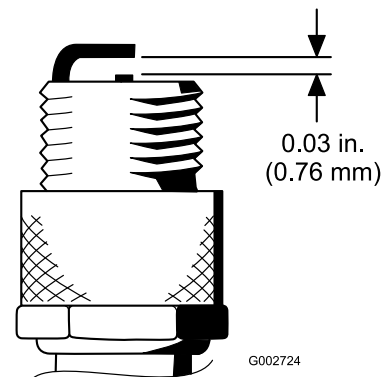

Bild 37
4. Stellen Sie den Abstand zwischen der Mittel- und der Masselektrode auf 0,76 mm ein (Bild 37).